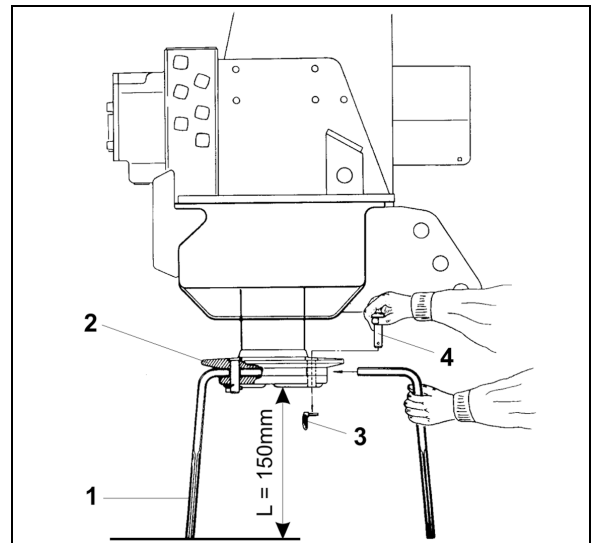

Fig. 52
Die Bodenbearbeitungszinken (Fig. 52/1) sind in den Taschen der Werkzeugträger (Fig. 52/2) befestigt.
1. Klapstecker (Fig. 52/3) aus dem Bolzen (Fig. 52/4) herausziehen.
2. Bolzen (Fig. 52/4) nach oben aus dem Werkzeugträger ausschlagen.